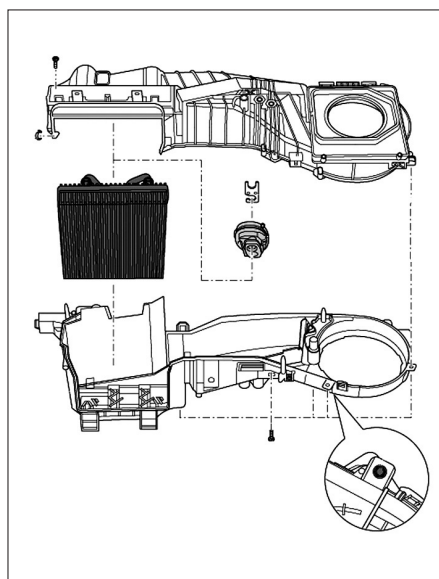

Fig. 17
- Désassembler le climatiseur et le boîtier évaporateur (Fig.17).